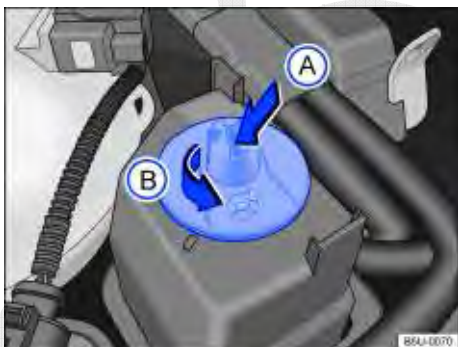

Fig. 112 No compartimento do motor: reservatório do fluido da direção hidráulica.
- Com o auxílio de uma chave de fenda ⇒ Fig. 112 (A) (seta), girar a tampa do reservatório ⇒ Fig. 112 (B) no sentido da seta.
- Com o auxílio de uma chave de fenda ⇒ Fig. 112 ① (seta), girar a tampa do reservatório ⇒ Fig. 112 ② no sentido da seta.